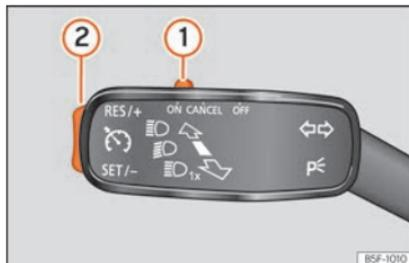

Fig. 222 La palanca de los intermitentes y de las luces de carretera: teclas del regulador de velocidad.
- Mueva el conmutador ① »» fig. 222 a la posición **ON**.
- Cuando se haya alcanzado la velocidad que se quiere programar, pulse brevemente la tecla basculante ② en posición **SET**.
- Pulse la tecla basculante ② »» fig. 222 »» pág. 234 en posición **RES**.
- La velocidad programada se puede **reducir** pulsando la tecla ② »» fig. 222 »» pág. 234 en posición **SET**.
El regulador de velocidad **se desconecta temporalmente** desplazando el conmutador **(1)** **»» fig. 222 »» pág. 234** a la posición **CANCEL**, o bien pisando el pedal de freno o embrague.
- Mueva el conmutador **(1)** **»» fig. 222 »» pág. 234** a la posición **OFF**.